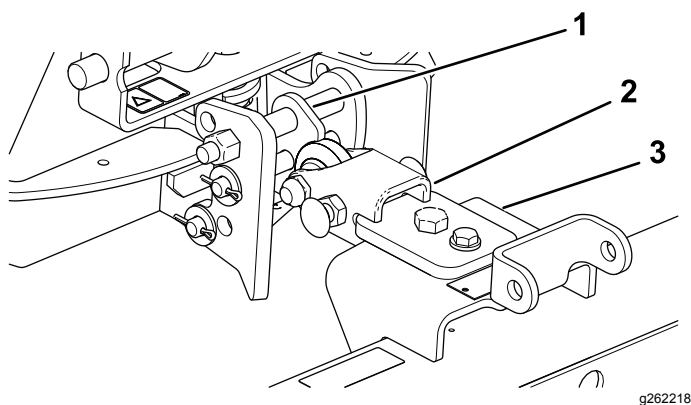

Figura 11
1. Monte o conjunto de engate de forma a que a parte inclinada fique na parte superior (Figura 11).
2. Monte a barra de engate no lado superior do conjunto do suporte (Figura 11).